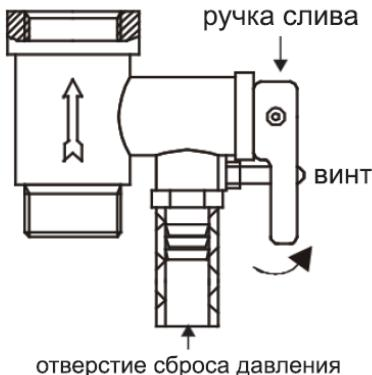

Рисунок 6
4. На входной патрубок, обозначенный голубым цветом и стрелкой направления течения воды, накрутите предохранительный клапан так, чтобы течение воды совпадало с направлением стрелки на корпусе клапана. На отверстие сброса давления предохранительного клапана (см. рисунок 6) оденьте дренажную трубку* для отвода воды
6. Чтобы слить воду из внутреннего резервуара необходимо, воспользоваться предохранительным клапаном: открутить винт ручки слива предохранительного клапана и перевести ручку слива в верхнее положение, при этом кран выхода горячей воды должен быть открыт, а кран подачи холодной воды в водонагреватель должен быть перекрыт (см. рисунок 6). Из отверстия сброса давления предохранительного клапана потечет вода. Никогда не сливайте воду, если ее температура выше 50°C, т. к. это может привести к ожогам.